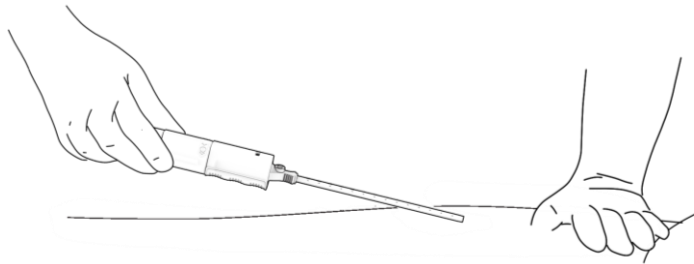

Bild 17. Avlägsnande av den expanderade anordningen.
- Dra varsamt tillbaka administreringssystemet från vävnadskanalen. Bild 17.